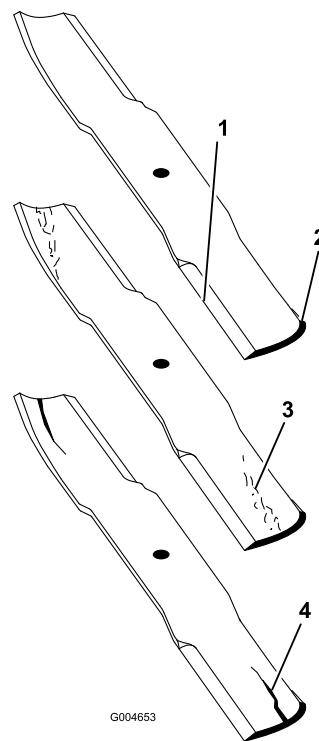

Figura 92
2. Examine cuidadosamente as extremidades da lâmina, prestando especial atenção à zona onde se encontram as partes curvas e planas da lâmina (Figura 92). Deverá verificar o estado da lâmina antes da operação de corte, já que a areia e outro material abrasivo poderá desgastar o metal que liga a parte curva e plana da lâmina. Se verificar que esta zona se encontra desgastada (Figura 92), substitua a lâmina.
Se a lâmina continuar a sofrer este tipo de desgaste irá formar-se uma ranhura entre a parte curva e a parte plana da lâmina (Figura 92). Eventualmente, pode soltar-se algum pedaço da lâmina e projectar-se, ferindo-o a si ou a qualquer pessoa próxima.